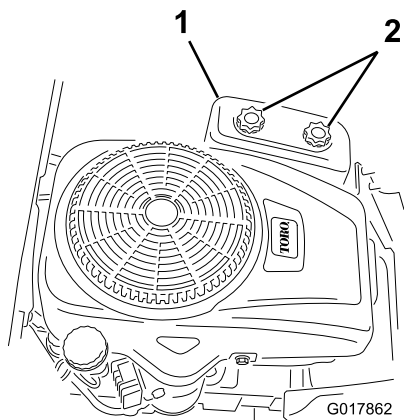

Figure 18
3. Déposez le couvercle du filtre à air en desserrant les 2 boutons (Figure 18).
4. Remettez le couvercle du filtre à air en place et serrez les 2 boutons (Figure 18).